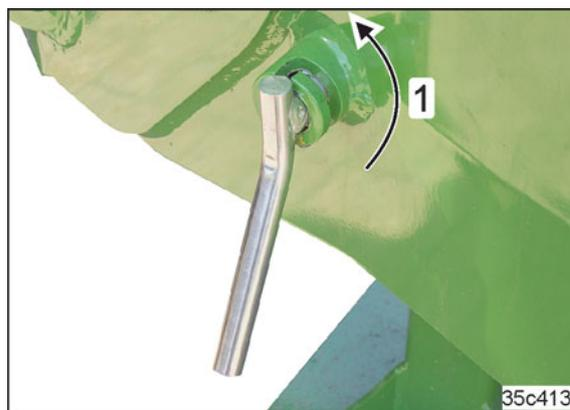

Рис. 140
- 5.1 Поверните зафиксированный палец (Рис. 140/1) на 180°, пока зажимная втулка не выйдет (см. Рис. 142/1).
8. Зафиксируйте палец посредством его поворота (см. Рис. 140)